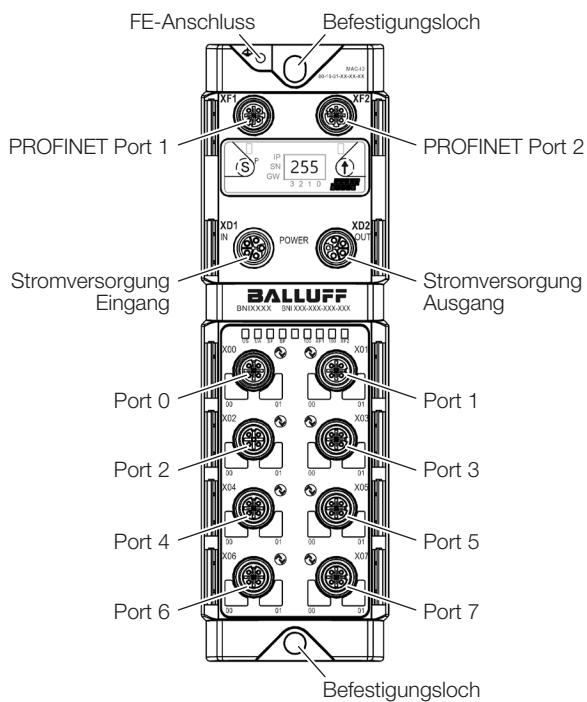

Bild 4-2: Geräteübersicht
- ▶ Das Modul mit 2 M6-Schrauben und einem maximalen Anzugsdrehmoment von 3 Nm unter Verwendung der Befestigungslöcher (siehe Bild 4-2 auf Seite 8) befestigen.